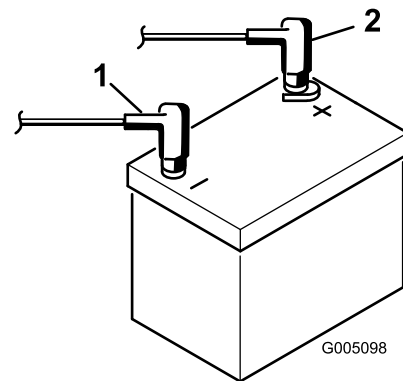

Bild 7
8. Klemmen Sie zuerst das Pluskabel (Rot) am Pluspol (+) der Batterie und dann das Minuskabel (Schwarz) am Minuspol (-) der Batterie an, wobei Sie die Kopfschrauben und Muttern verwenden (Bild 7). Ziehen Sie den Gummischuh über den Pluspol, um Kurzschlüssen vorzubeugen.